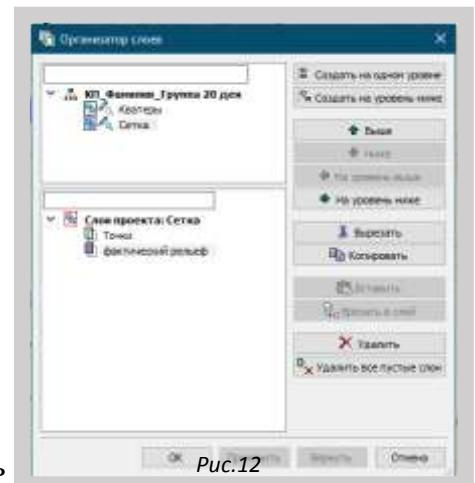

Рис.12
2. В этом пустом проекте выбрать на Локальной панели инструментов панели Слои команду «Организатора слоев». В диалоговом окне «Организатор слоев» создать на одном уровне два слоя – Точки, Фактический рельеф. Слой «Фактический рельеф» сделать активным, Рис.12.